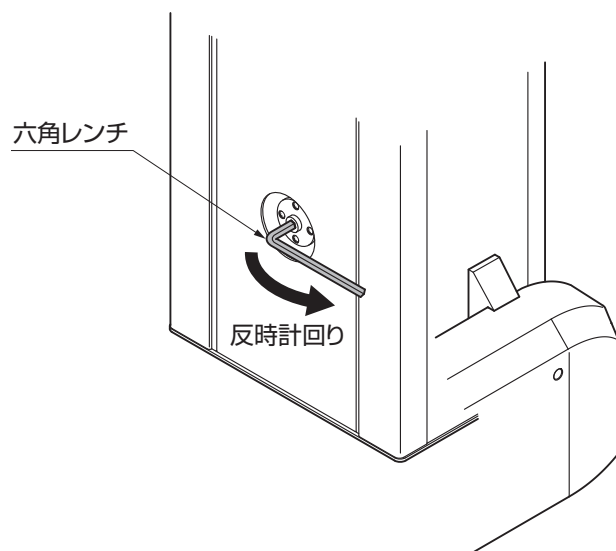

図16-4
①電動装置本体のゴム製グロメットを取外したところにある六角穴に六角レンチを差込んでください。（図16-4参照）
②六角レンチを押し込みながら反時計まわりに回してください。（図16-4参照）